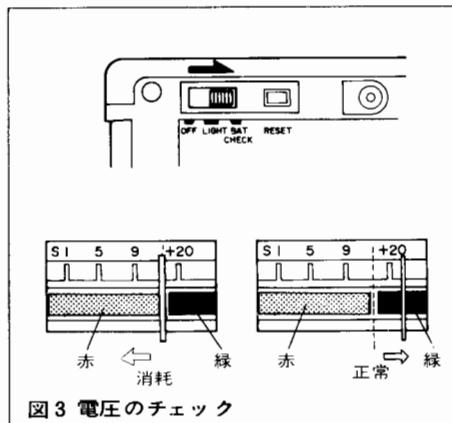

図3 電圧のチェック
- ① ランプ、バッテリーチェック切換スイッチ②をBATT/CHECKの所にします。
- ② 電源スイッチ(POWER/VOL)を、時計方向へ回してONにします。照明用ランプが点灯し、メーターは電源電圧を指示します。
③ メーター指示が図3(消耗)の場合は、電池の容量が不足し、消耗していますからUM-3型マンガン又はアルカリ電池の場合は交換し充電用ニッカド電池であれば充電してください。